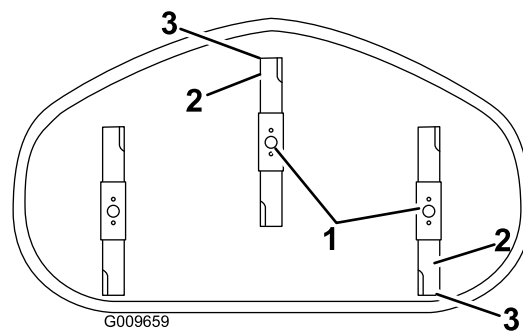

Figura 53
4. Gire cuidadosamente las cuchillas colocándolas en el sentido de avance de la máquina (Figura 53).
5. Mida entre la punta de la cuchilla delantera y la superficie plana y entre la punta de la cuchilla trasera y la superficie plana (Figura 53). Si la punta de la cuchilla delantera no está entre 1,6 y 7,9 mm más baja que la punta de la cuchilla trasera, ajuste la contratuerca delantera.
que la punta de la cuchilla más avanzada esté entre 1,6–7,9 mm más baja que la punta de la cuchilla más atrasada (Figura 53).